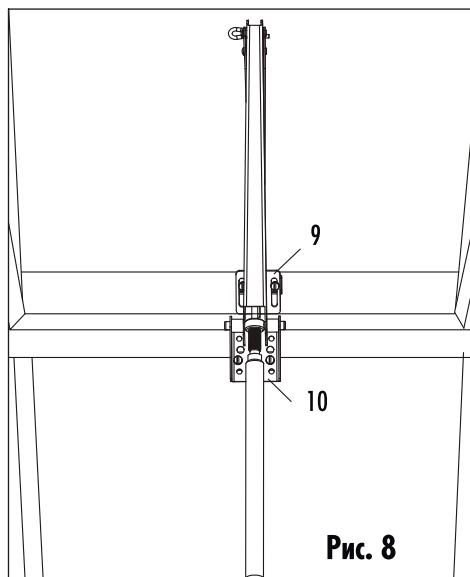

Рис. 8
- Не полностью открутите цилиндр (1) от основного изделия. Поршень цилиндра (3) и нажимная штанга (6) должны остаться собранными.
- Установите оконное крепление (9) к раме форточки выше рамочного крепления (10). Форточка должна закрыться (Рис. 8).
- Прикрутите цилиндр (1) к держателю цилиндра (2).